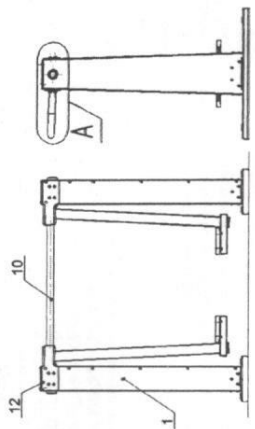

Рис.4
12.3.9 Произвести сборку тренажера (рис.4, 5):